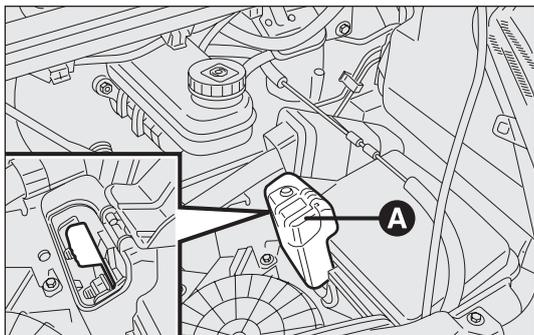

fig. 157
- sollevare lo sportellino A per rendere reperibile il collegamento al polo positivo della batteria fig. 157.